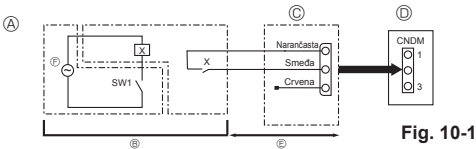

Fig. 10-1
10.1. Način tihog rada (izmjena na mjestu postavljanja) (Fig. 10-1)